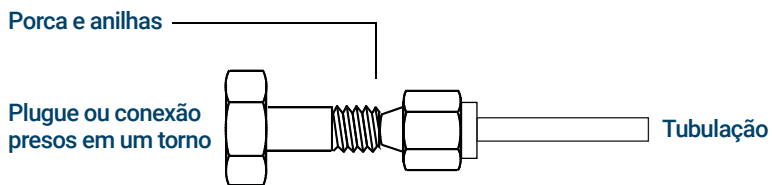

Figura 16. Montar a conexão
- 3 Pressione a tubulação no plugue de aço inoxidável. Consulte **Figura 16**.